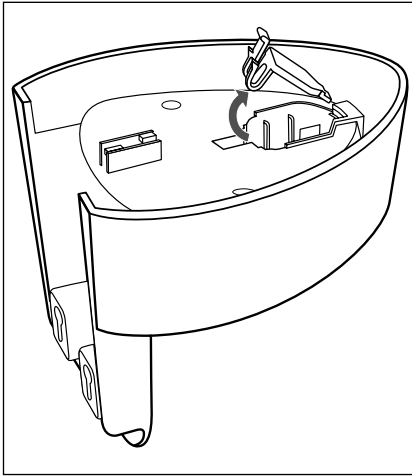

Fig. 1
- Abra la tapa pequeña (fig. 1).